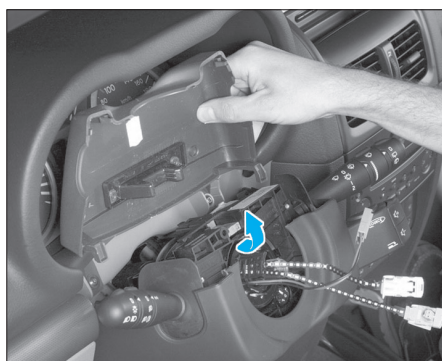

Fig. 1
- Dégrafer la garniture supérieure et dégager le demi-cache (Fig.1).